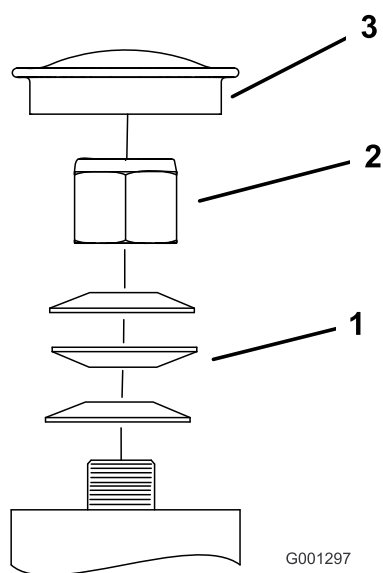

Figura 59
3. Togliete lo scodellino parapolvere dalla ruota orientabile e serrate il dado di bloccaggio (Figura 59).
4. Serrate il dado di bloccaggio finché le rondelle elastiche non sono piatte, quindi allentate di un quarto di giro per mettere a punto il precarico sui cuscinetti (Figura 59).
Importante: Verificate che le rondelle elastiche siano correttamente montate, come riportato nella Figura 59.
5. Montate gli scodellini parapolvere (Figura 59).